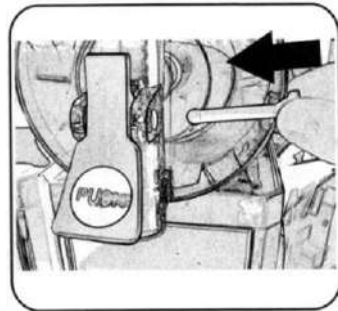

Abb. 42
6. Setzen Sie den Stift für die Griffbefestigung wie in Abb. 42 gezeigt ein.